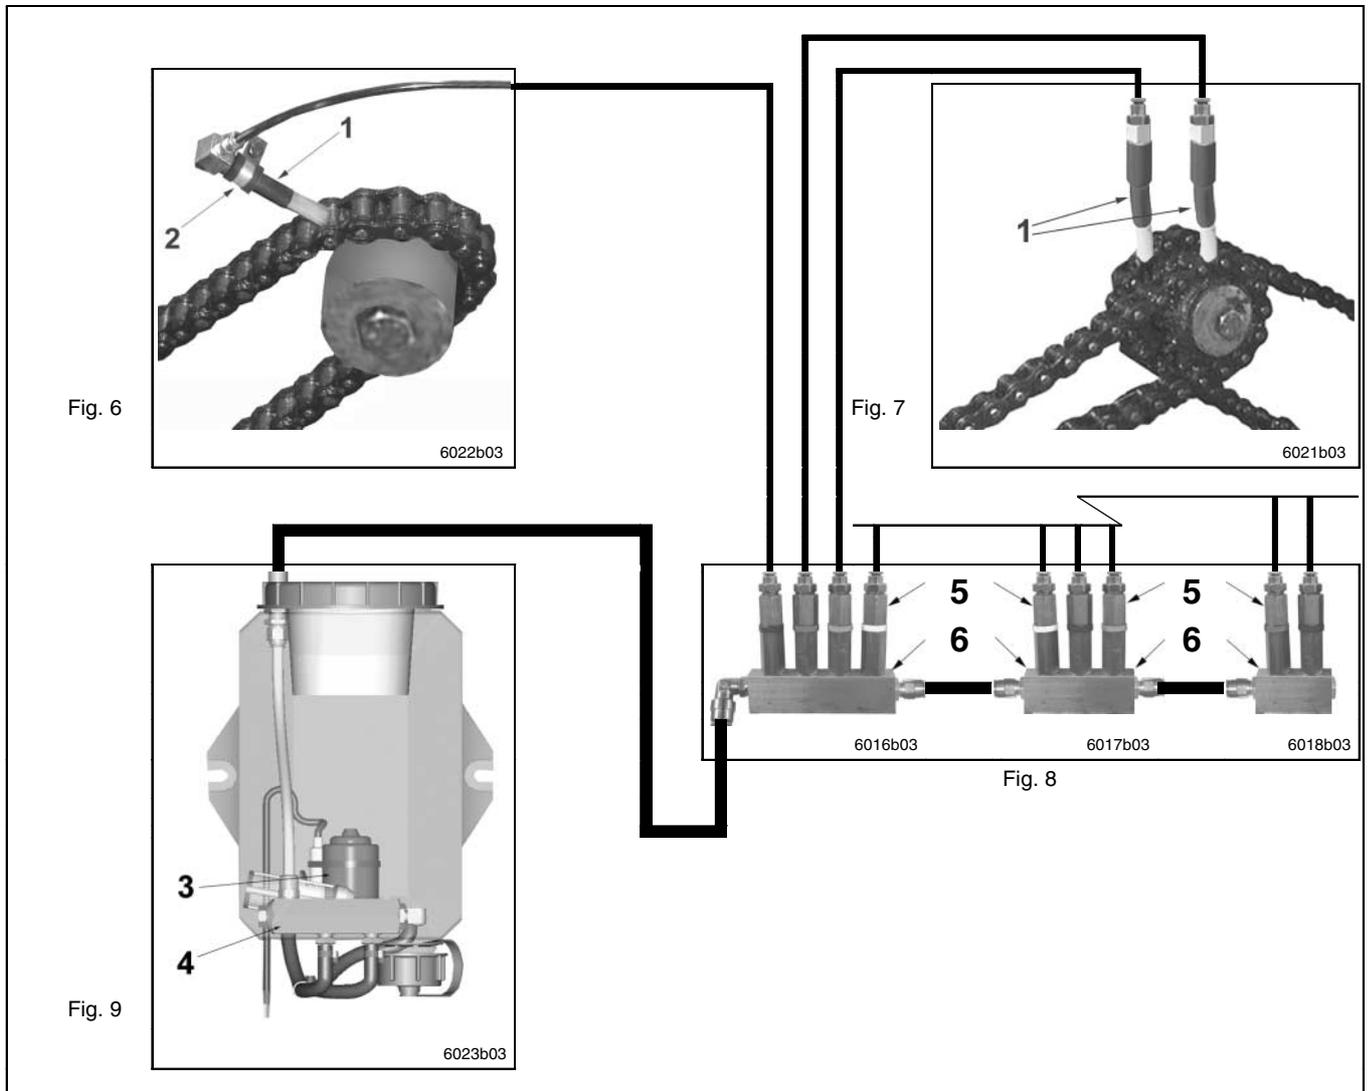

Fig. 10 Structure schématique du système ESILUB EOS
- Raccordez les pièces de votre système EOS comme montré sur la fig. 10 à la page 9.
- équipé d'une pompe à engrenage (pos. 3)
- équipé d'une unité de pression intégrée (pos. 4) avec soupape de limitation de pression et soupape de décharge intégrées
- Add. Fig. 10 Conduites
- Conduites d'alimentation entre la sortie du réservoir (page 10, pos. 9) et les blocs de doseurs (pos. 6) => Ø 8 mm
- Conduites de lubrification entre les éléments de dosage (pos. 5) et les points de lubrification (brosse, pos. 1) => Ø 4 mm